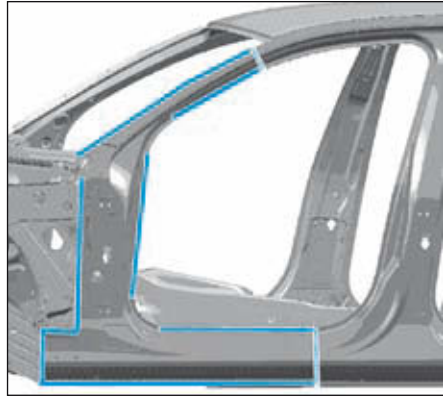

FIG.26
- Tracer puis couper comme illustré (Fig.26).